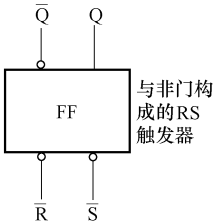

图 5-140 使用与非门构成的基本 RS 触发器的电路符号
1) 与非门构成的基本 RS 触发器。如图 5-140 所示是使用与非门构成的基本 RS 触发器的电路符号，输入端的小圆圈表示这种触发器是低电平 0 触发。